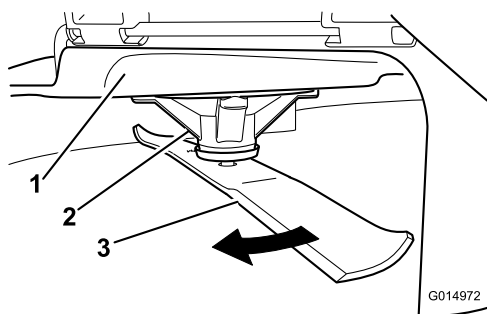

Figura 58
2. Indossando guanti dalla spessa imbottitura o altre protezioni idonee per le mani, ruotare lentamente la lama in una posizione che consenta di misurare la distanza tra il bordo di taglio e la superficie piana su cui si trova la macchina (Figura 58).